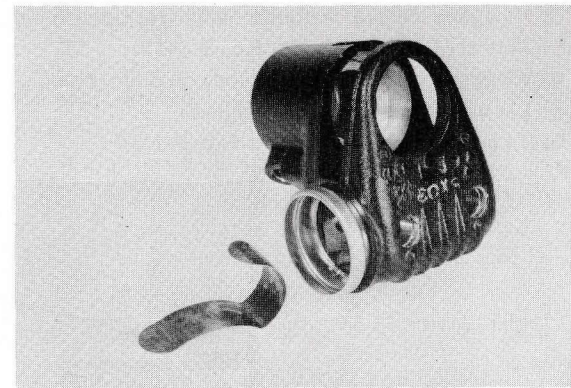

Fig. 3-3-29
9) Avlägsna rasseldämparfjärdern från tånghuset. (Se Fig. 3-3-29)
9) Fjern anti-rystefjederen fra tånghuset. (Fig. 3-3-29)